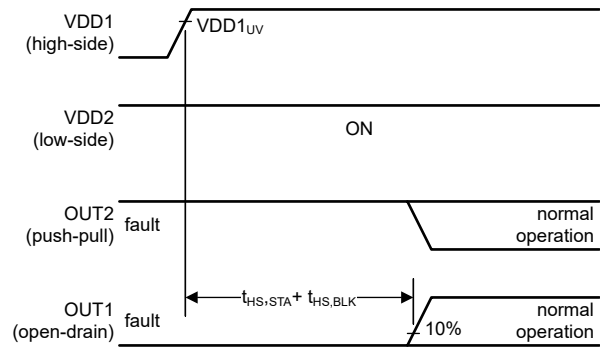

图 7-4. VDD2 保持开启; VDD1 开启 (长延迟)
在图 7-4 中, 高侧电源 (VDD1) 在低侧电源 (VDD2) 开启很长时间后开启。OUT1 最初处于低电平状态, 而 OUT2 处于高电平状态; 请参阅实例 (1)。在高侧电源启用后, 需要保持一段时间 ( $t_{HS,STA} + t_{HS,BLK}$ ), 器件才会正常运行, 并且输出会反映比较器的当前状态。